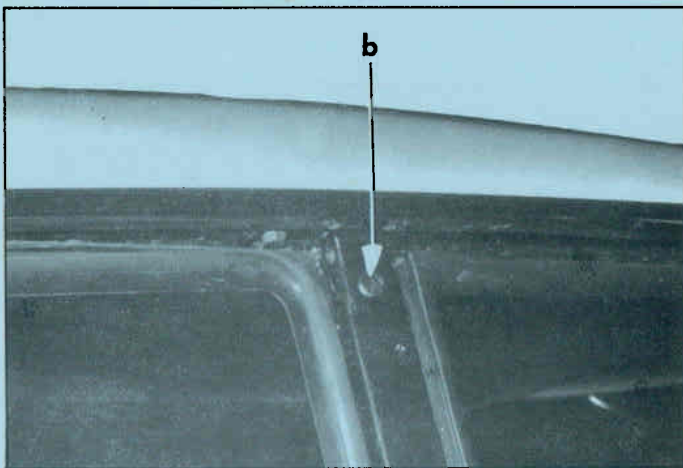

Fig. 12
6. Middelste portierstijlen (afb. 12)